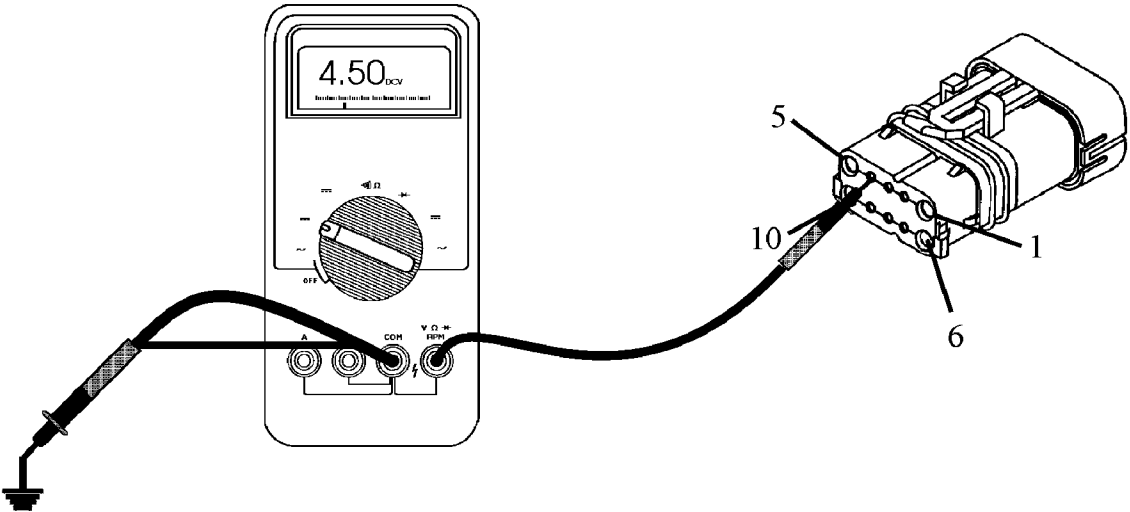
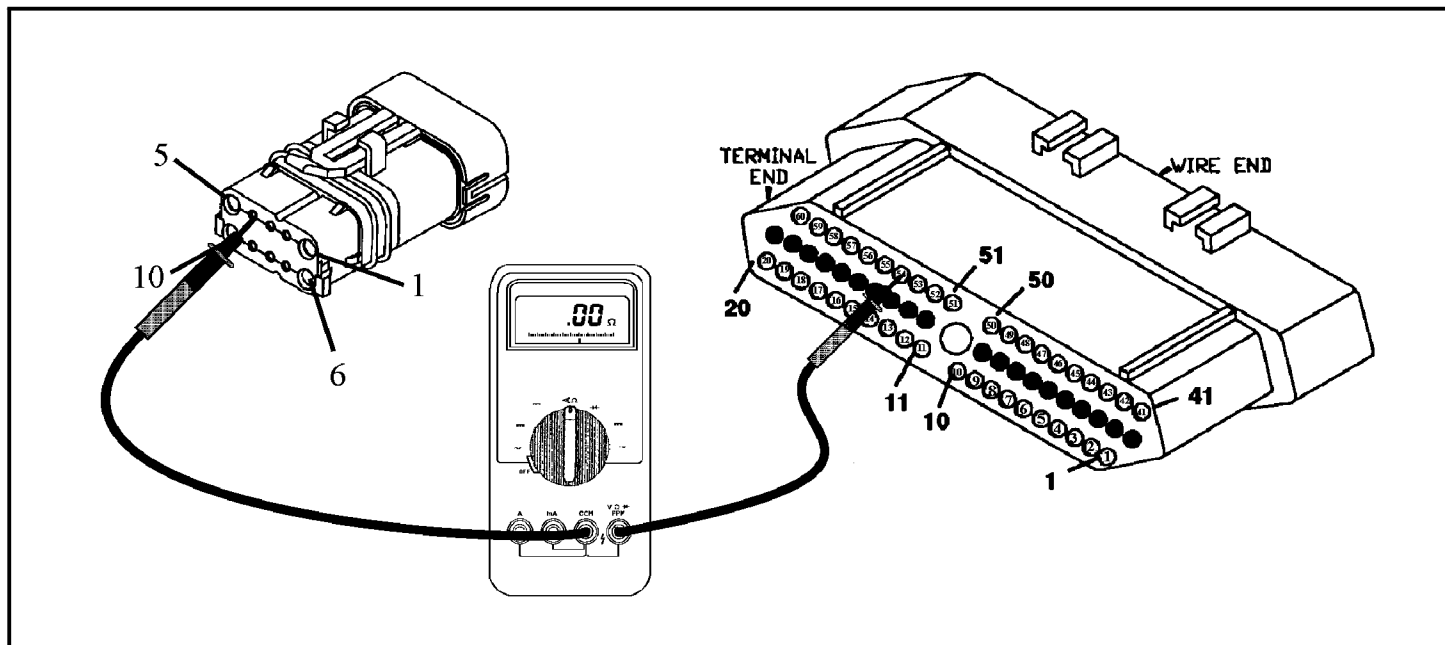

Figura 73
Figura 74
- Desconecte el conector del TRS. Ponga la llave en contacto. Fije su voltímetro para medir voltaje DC y coloque el cable negativo a una buena tierra. Con el cable positivo busque voltaje en el terminal 4 del conector (Vea la figura 73). Si el voltaje esta por encima de 4.5 voltios, vaya al proximo paso. Si se observa menos de 4.5 voltios, apague la ignición y desconecte el TCM. Fije el metro para medir ohms y vea si hay continuidad del terminal 54 en el TCM al terminal 4 en el conector del TRS (Vea la figura 74). Si hay continuidad (5ohms o menos), reemplaze el TCM. Si no hay continuidad, repare el alambre averiado.